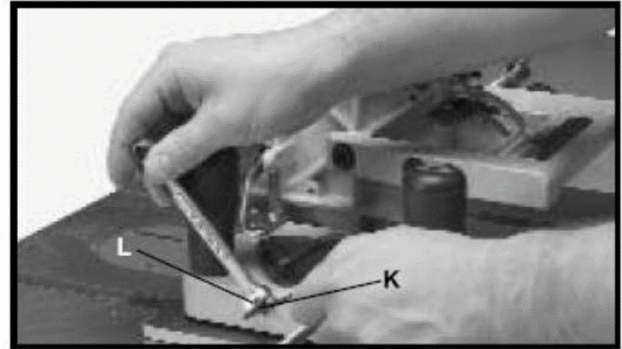

Рисунок 16
5. Ослабьте гайку (L), Рис. 16, и поверните установочный болт (K) против часовой стрелки на два или три оборота.